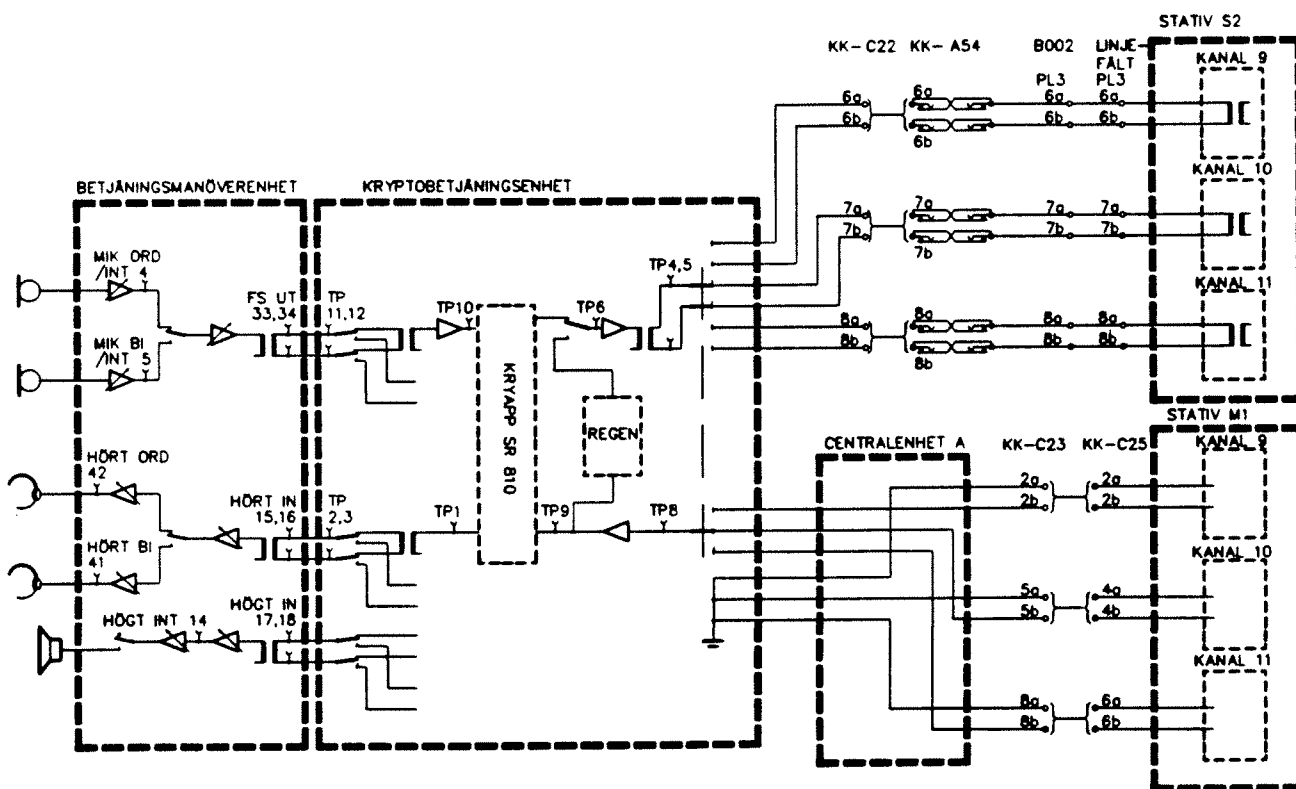

Bild 59.
9.1.1 På KRYBEs undersida finns vissa testpunkter åtkomliga. Bild 59 visar i princip hur KRYBE är ansluten till centralenheten, BEMA och radioutrustningen.